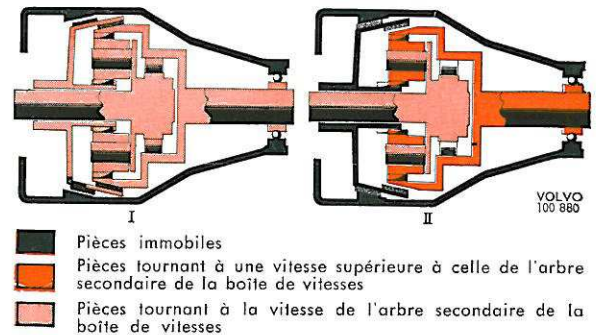

Fig. 2. Fonctionnement du surmultiplicateur
En position de prise directe, le cône d'accouplement (43) occupe la position I indiquée sur la Fig. 2. En marche avant, la force motrice est transmise de l'arbre secondaire (59) de la boîte de vitesses à l'arbre de sortie (25) du surmultiplicateur, en passant par la roue libre (33 et 34). En marche arrière, ou en cas de freinage moteur, le couple moteur est transmis par l'intermédiaire du cône d'accouplement. Ceci est rendu possible du fait que le cône d'accouplement est pressé par 4 ressorts (54) contre la partie conique de l'arbre de sortie. En position de vitesse surmultipliée, le cône d'accouplement est pressé contre le tambour d'accouplement (41), voir II, Fig. 2. Le planétaire est alors immobilisé et les satellites (38) sont obligés de progresser le long de la denture de ce planétaire (46). Par conséquent, l'arbre de sortie tourne à une vitesse supérieure à celle de l'arbre secondaire de la boîte de vitesses.